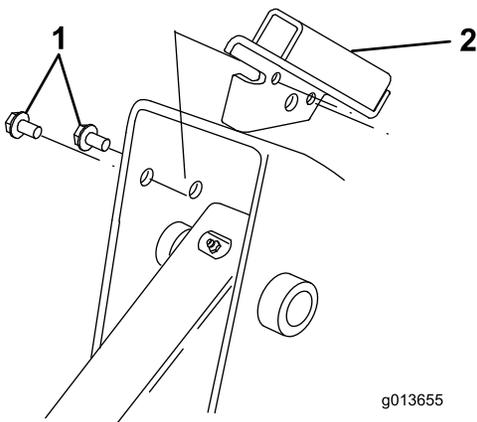

図 5
- シールドブラケットをローダアームのポケットに入れた状態で、ブラケットのタブを、フレームの前エッジに合わせる。 **図 5**。
注 ブラケットは右用と左用があります。各側に正しいブラケットを使用してください。タブがフレームのエッジに被さり、ブラケットがローダアームのポケットに入り、ブラケットにある2つの小さい穴が、先ほど開けた2つの穴に整列するのが正しい取り付け状態です **図 5**。
4. 図 5 のように、タップねじ 2 本でブラケットをフレームに固定する。